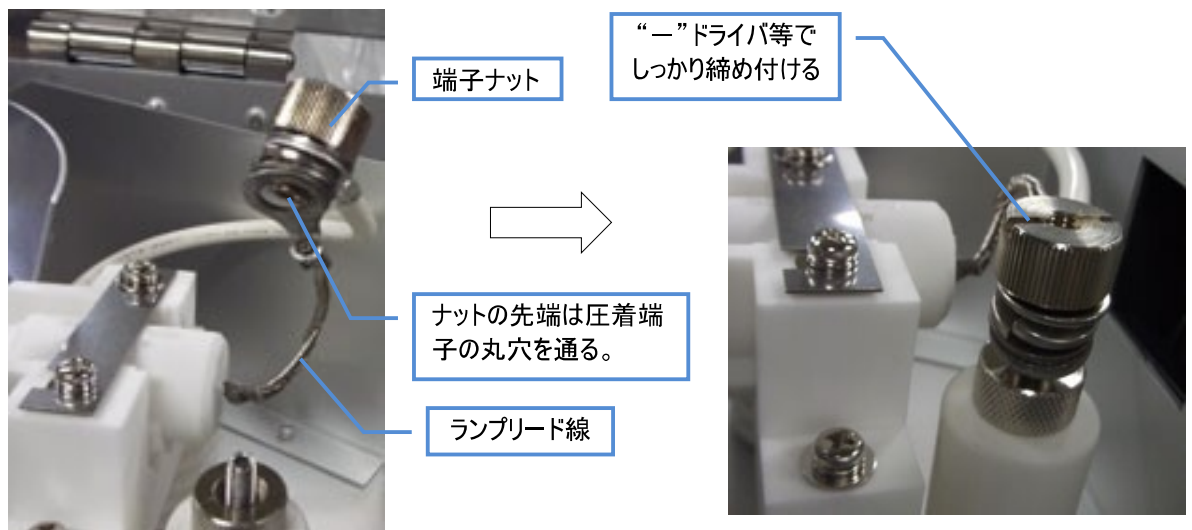

図 6-5 端子ナットの締め付け
- ② ランプ両側のランプ口金押え板を回転させ押えネジでしっかり締め付けて、ランプ口金を押えます。
- ③ 左右 2 個の端子ナットでランプリード線をそれぞれしっかりと締め付けます。(図 6-5 参照)